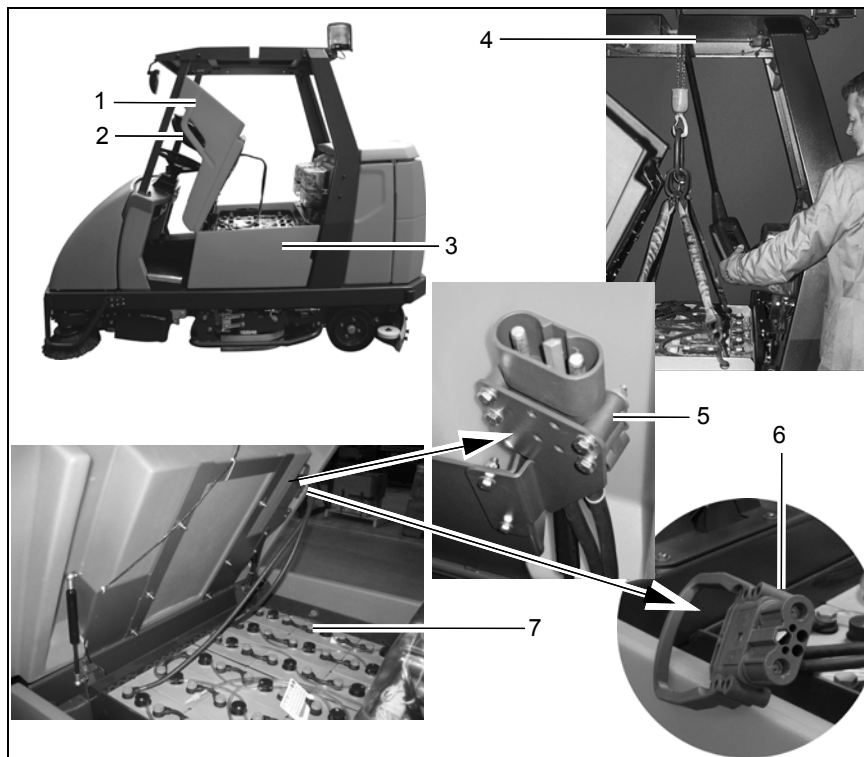

Abb. 26
2. Seitentüren links und rechts (Abb. 26/3) öffnen.
3. Von der rechten Seite der Maschine aus die Sitzkonsole am Griff (Abb. 26/2) anfassen und nach vorne hochziehen.
Sitzkonsole (Abb. 26/1) von der rechten Fahrzeugseite aus hochklappen, da andernfalls die Hände zwischen Sitzkonsole und (vorhandenem) Fahrschutzdach gequetscht werden könnten.
4. Batterie- und Maschinenstecker (Abb. 26/5+6) voneinander trennen.
Ist Ihre Scheuersaugmaschine mit einem Fahrerschutzdach ausgestattet, die Trogbatterie von der linken Fahrzeugseite aus herausheben. Das Fahrerschutzdach hat links eine Aussparung (Abb. 26/4) für das Seil des Hebwerkzeugs.
5. Hebwerkzeug von links an die Batterie führen und die Haken in die Anschlaglöcher des Batterietrogs (Abb. 26/7) einhängen.
1. Seitentüren links und rechts (Abb. 26/3) öffnen.
2. Die Sitzkonsole (Abb. 26/1) am Griff (Abb. 26/2) anfassen und nach vorne hochschwenken.
Trogbatterie gemäß Abbildung 26 von der linken Fahrzeugseite aus mit Hebewerkzeug oder Gabelstapler in die Maschine setzen.
Ist Ihre Scheuersaugmaschine mit einem Fahrerschutzdach ausgestattet, kann die Trogbatterie nur von der linken Fahrzeugseite aus eingesetzt werden; das Fahrerschutzdach hat nur links eine Aussparung (Abb. 26/4) für das Seil des Hebewerkzeugs.
Batteriestecker (Abb. 26/6) und Maschinenstecker (Abb. 26/5) miteinander verbinden. Auf festen Sitz achten.